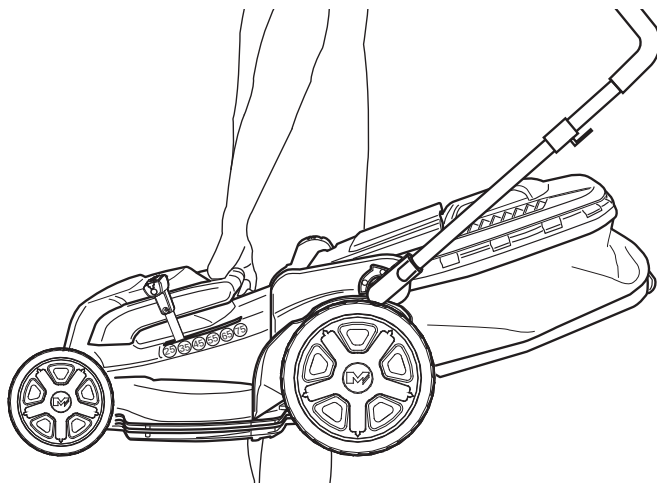

Fig.10
- > La poignée de transport [9] vous permet de soulever l'appareil pour le monter sur un terrain plus élevé ou en haut d'un escalier (Fig.10).
- > Poussez le levier de réglage de la hauteur [10] vers le produit (étape 1) et déplacez-le à la hauteur de coupe souhaitée (Fig.10, étape 2).